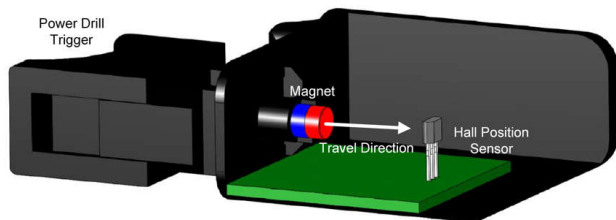

图 1. 电钻触发器中的迎面配置
一种可靠的非接触式线性位置测量方法可以通过使用磁体和线性霍尔位置传感器以迎面配置排列来实现，如图 1 中所示。在这种方法中，磁体放置在移动组件上，以便磁体随组件一起移动。线性霍尔位置传感器检测磁体产生的磁通密度。
电动工具或其他电器中的变速触发器就是一个需要进行线性位置测量的移动组件示例，该示例中需要测量触发器被按下的程度并将其转换为工具的运行速度。图 1 具体展示了一个无绳电钻中圆柱磁体和霍尔位置传感器的放置示例。该无绳电钻采用了迎面配置，用于将触发器被按压的程度转换为电钻的转速。在该示例中，完全按下触发器时，磁体距离霍尔位置传感器最近，而未按下触发器时，磁体距离最远。借助类似于图 1 中的方法，迎面配置还可用于洗衣机和烘干机中的液位或压力传感，以及扫地机器人中的物体或墙壁检测。
图 1 展示了磁通密度与距离的关系图示例，其中距离是磁体到霍尔位置传感器的距离。磁通密度与距离的映射关系取决于多种因素，例如磁体的材质和尺寸。与使用距离很近的极小磁体相比，使用尺寸更大的磁体和距离更远的感应距离通常可以实现更好的位置精度，因为磁通密度随着磁体的接近而呈指数级增长。DRV5056 距离测量工具可以计算迎面配置中不同磁体规格条件下磁通密度与距离的预期映射关系。
- **平面内与平面外磁场方向**：平面内 1D 位置传感器对磁极与芯片在同一平面内的应用敏感，类似于图 1 中所示的 X 轴或 Y 轴磁体的应用。平面外 1D 位置传感器对垂直于封装内芯片的磁场分量敏感。图 1 中的 Z 轴磁体显示了 SOT23 表面贴装封装的平面外方向，而图 1 展示了 TO-92 穿孔封装的平面外方向。3D 霍尔位置传感器对 X、Y 和 Z 方向的磁场分量敏感。X 方向和 Y 方向的磁场与封装位于同一平面内，而 Z 方向的磁场与封装顶部垂直（平面外），如图 1 所示。